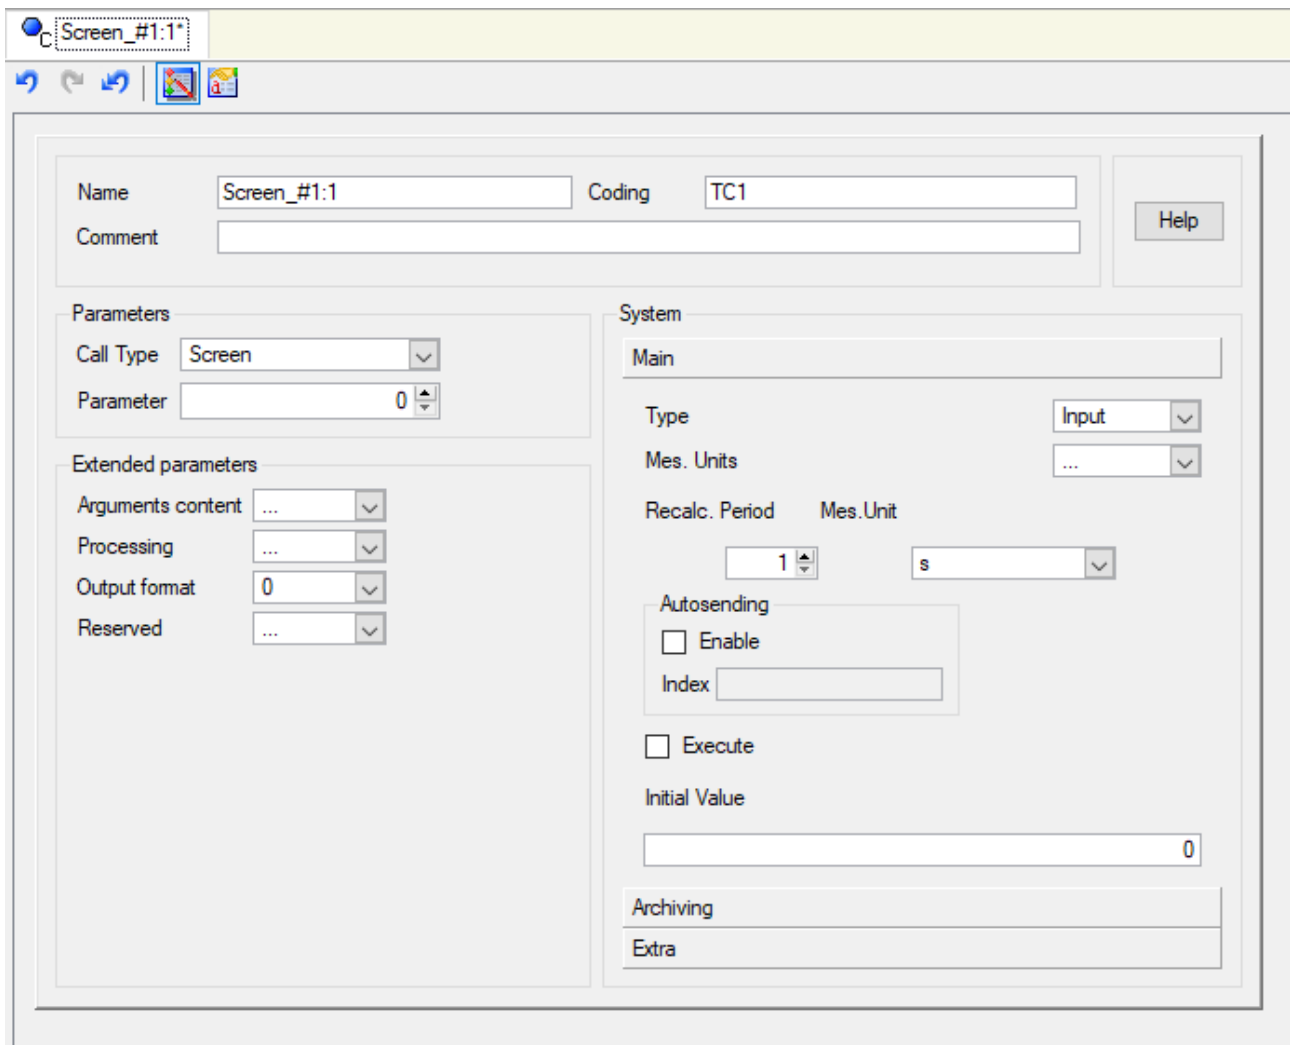

Рисунок 2 – Редагування атрибутів екрану
1.3 Викликати ПК на елементі **Screen_#1:1** (Екран_#1:1) у правому вікні навігатора проекту контекстне меню та вибрати рядок **Edit** (Редагувати). У вікні редагування каналу встановити у полі **Recalc. Period** (Період перерахунку) значення **1**, а в полі **Mes. Unit** (Одиниця вимірювання) вибрати **s** (секунда) (рис. 2).